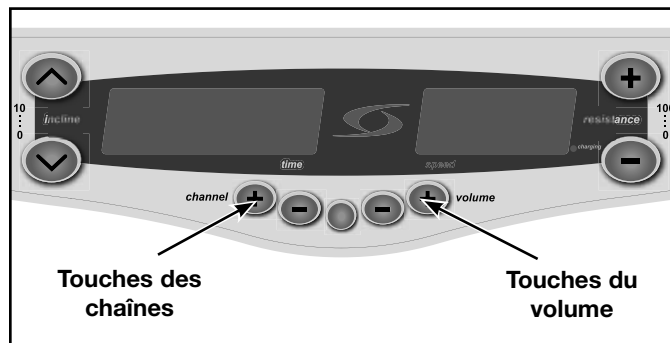

Figure 22
- B. Branchez le cordon d'alimentation (O) dans la prise murale.
- D. Reportez-vous au chapitre 3 du Guide du propriétaire du moniteur personnel audio-vidéo (LT-20191) pour savoir comment utiliser les touches des chaînes et du volume situées dans la partie centrale inférieure de la console de l'Arc. Reportez-vous à la figure 22.